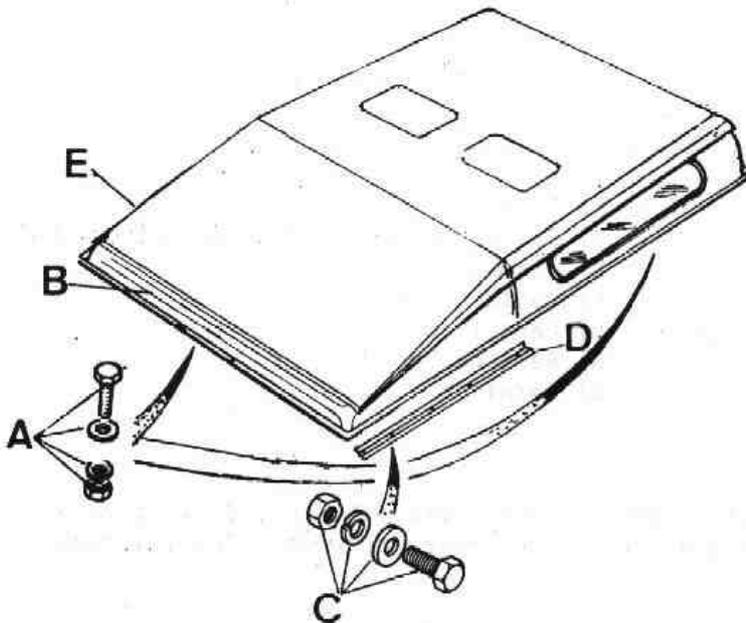

Fig. Q-45 Desmontaje del conjunto del techo
- 3.1. Soltar los elementos de fijación, A (Fig. Q-45) del techo, B, al parabrisas y a los laterales.
- 3.2. Soltar los elementos de fijación, C (Fig. Q-45) del techo, B, a los perfiles de cierre, D, de las puertas.